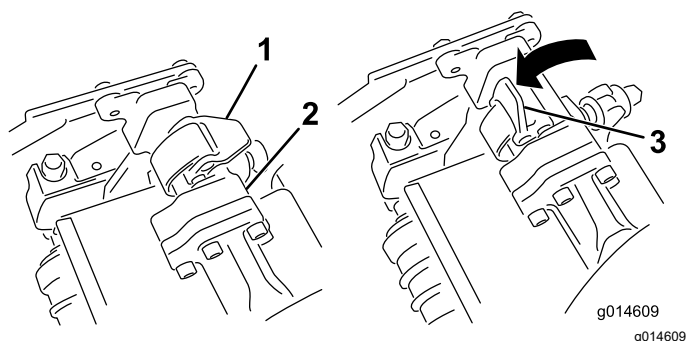
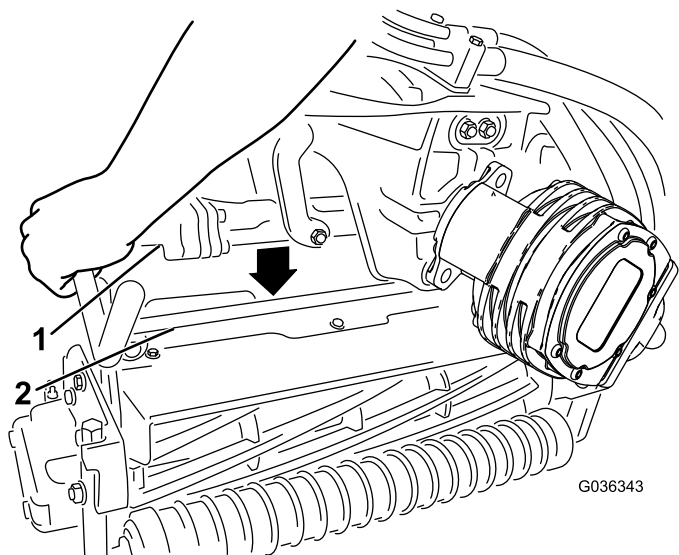

Figura 62
Figura 63
4. Abra los enganches de la barra del brazo de suspensión (Figura 62) y empuje hacia abajo el brazo de suspensión hasta que la barra encaje sobre ambos brazos de inclinación de la unidad de corte, y asegúrese de que los cierres pasan por debajo del travesaño de la unidad de corte (Figura 63).
- Presione los enganches hacia abajo alrededor de la barra de la unidad de corte y bloquéelas (Figura 62).
6. Abra los enganches de la barra del brazo de suspensión de la unidad de corte que está retirando (Figura 62).